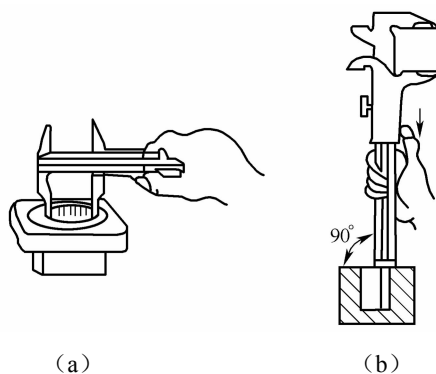

图 1-12 游标卡尺测量内径尺寸的正确使用
(5) 测量工件内径的方法如图 1-12 (a) 所示。测量时, 将两量爪张开到略小于被测尺寸, 使固定量爪的测量面贴靠着工件, 然后轻轻移动游标, 使活动量爪的测量面也紧靠工件, 并微微摆动, 取其最大值, 以量得真正的孔径尺寸。
(4) 测量工件内孔深度如图 1-12 (b) 所示。测量时, 将测深杆伸长到略大于被测尺寸, 使尺身的测量面贴靠着工件, 保持尺身与孔端面垂直, 然后轻轻移动游标, 使测深杆的测量面也紧靠工件, 即可读出读数。
(5) 读数时, 应把游标卡尺水平拿着, 对着光线明亮的地方, 视线垂直于刻度表面, 避免因斜视造成的读数误差。